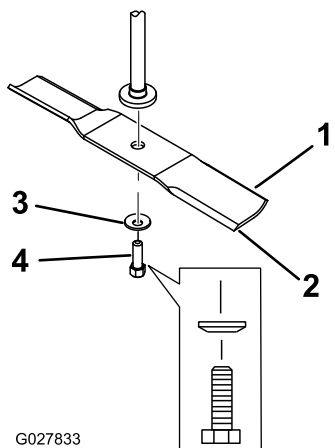

Figura 61
2. Retire a cavilha da lâmina, a anilha curva, e a lâmina do eixo (**Figura 61**).
- Instale lâmina no eixo (Figura 61).
- Instale a anilha curva (lado oval virado para a lâmina) e o parafuso da lâmina (Figura 61).